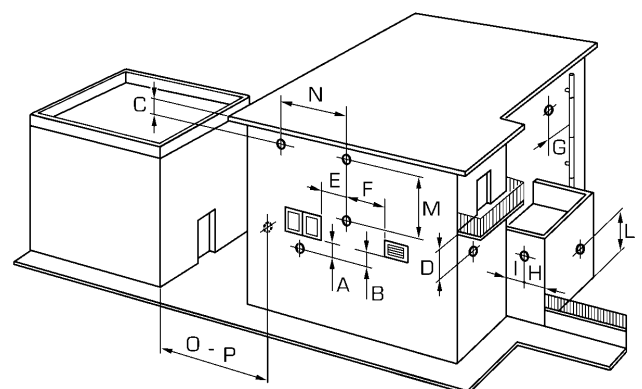

Fig. 10
2.8 POSICIÓN DE LOS TERMINALES DE EVACUACIÓN (fig. 10)
rencia a un edificio como el de la fig. 10.